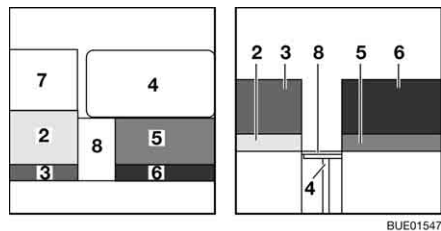

Bild 143 Während des Umbaus
- Sitzkastenverlängerung (Bild 143,8) nach oben schwenken und am Vario-Seat einhängen.
- Verlängerung Vario-Seat (Bild 143,7) nach oben schwenken und einhängen.